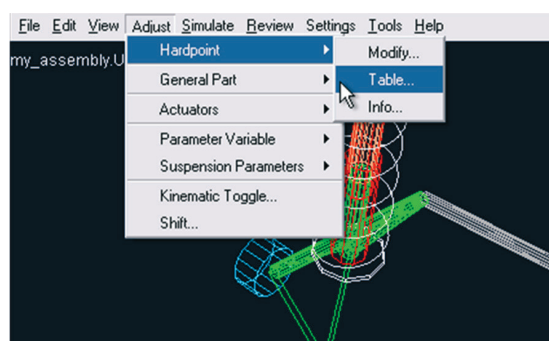

Figura 4.193 – Selecionando a tabela de *Hardpoints*.
- Acesse o menu *Adjust* → *Hardpoint* → *Table* (Figura 4.193).